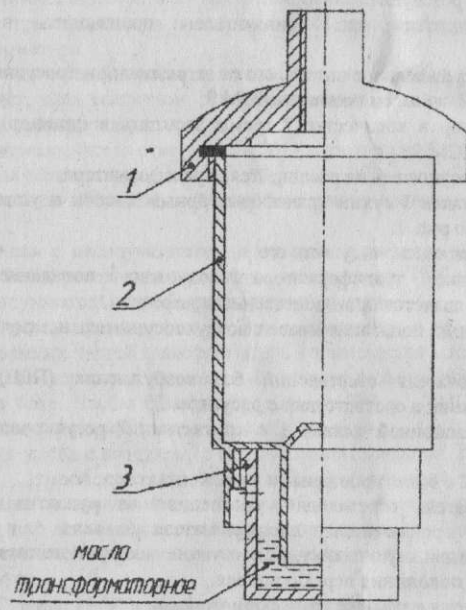

Рис. 1
Воздухоосушитель (рисунок 1) предназначен для предотвращения попадания в трансформатор влаги и промышленных загрязнений, поступающих вместе с воздухом при температурных колебаниях уровня масла.
Зарядку воздухоосушителя рис.1 силикагелем производить в следующей последовательности:
- заполнить на 1/3 стакан 3 сухим трансформаторным маслом и установить его на воздухоосушитель согласно рис. 1.